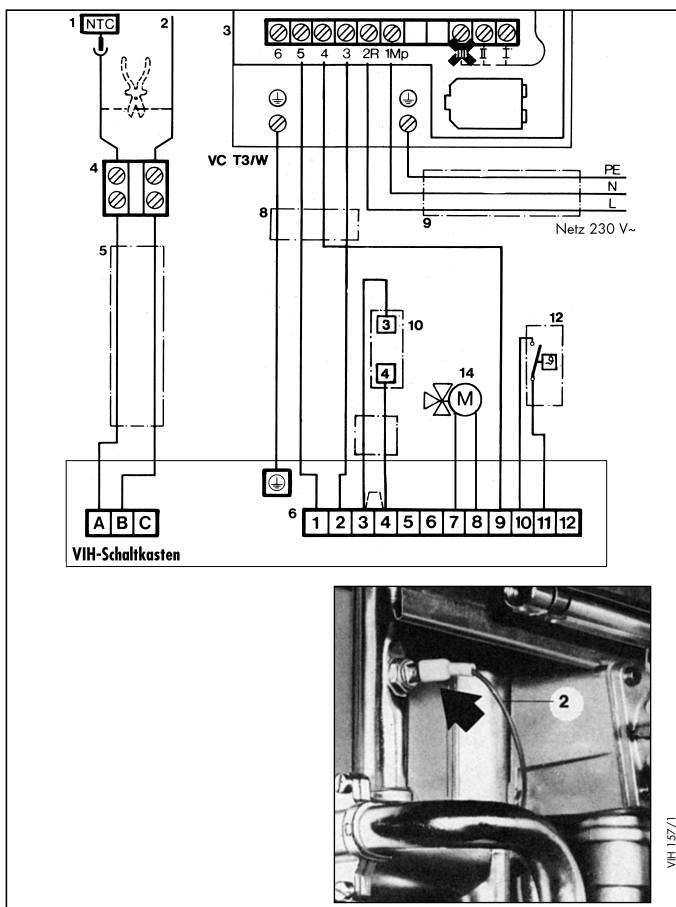

Abb. 4.12 Anschluß des Schaltkastens an VC T3/W
- 2-adriges Anschlußkabel (5) an den Klemmen A und B anschließen.
- 4-adriges Anschlußkabel (8) entsprechend Abb. 4.12 verdrahten.
- Gegebenenfalls Raum- oder Uhrenthermostaten gemäß Abb. 4.12 anschließen.
- Ein 4-adriges Kabel (8) vom VIH Schaltkasten zum Klemmenkasten des VC T3/W führen.
- Ein 2-adriges Kabel (5) vom VIH Schaltkasten zum NTC des VC T3/W führen.
- Die Anschlußader des NTC (2) durchtrennen und mit einer Lüsterklemme am Anschlußkabel (5) anklebmen.